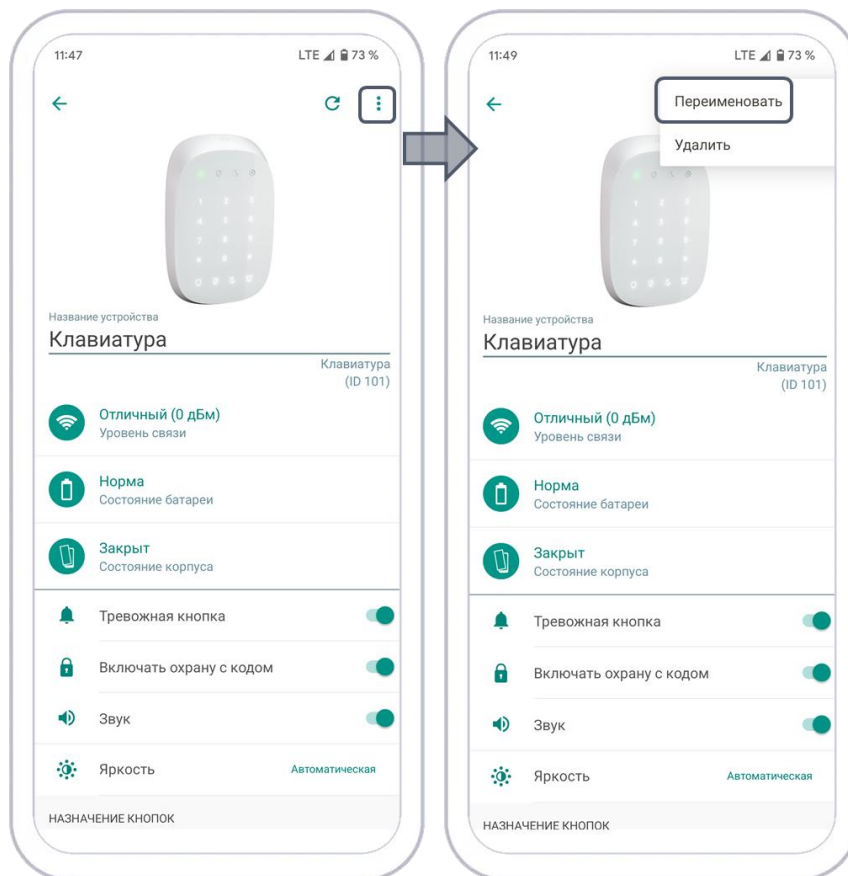

Рисунок 12.2 – Вызов меню на экране настройки радиоустройства
1. Откройте экран настройки радиоустройства в приложении (см. рисунок 12.2).